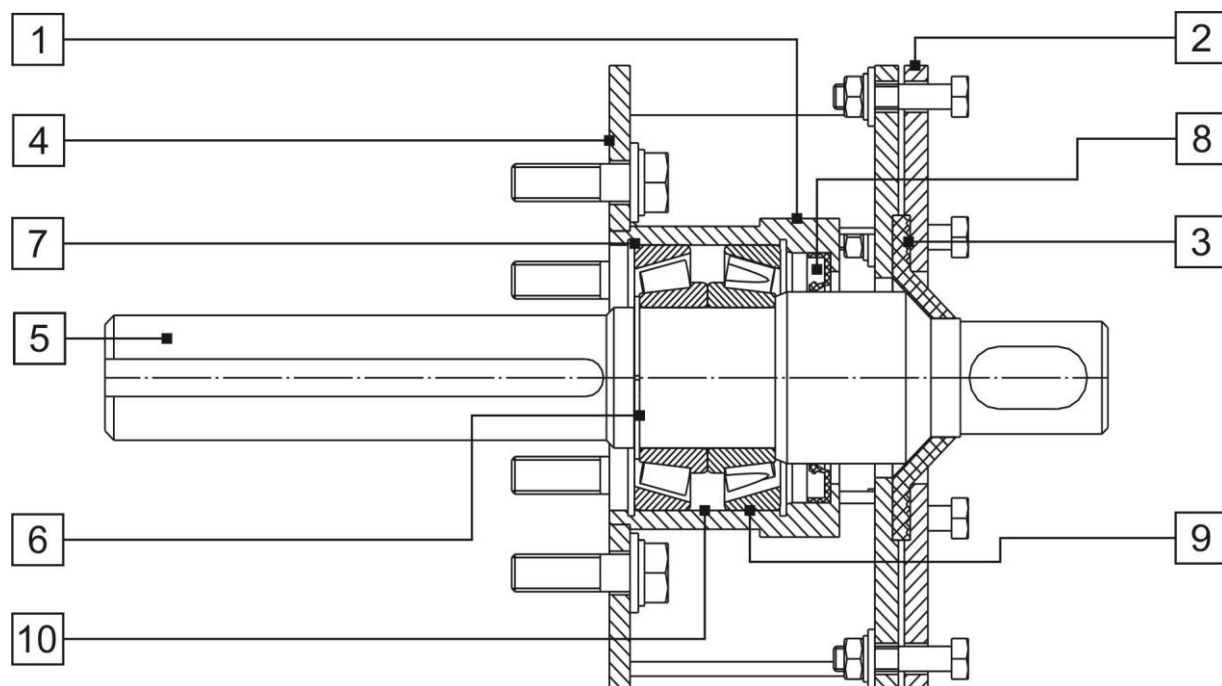

Рис.14
Подшипниковая опора приводная (Рис.14) винтового конвейера-питателя состоит из: корпуса (1), переднего фланца (2), уплотнения ВК-160.02.002 (3), заднего фланца (4), приводного вала (5) с пазом, стопорного кольца наружного 45 ГОСТ 13942 (6), стопорного кольца внутреннего 85 ГОСТ 139432 (7), армированной манжеты 2.2 55 x 80 ГОСТ 8752 (8), подшипников 7509А ГОСТ 27365 (9). Пространство (10) между подшипниками (9) на $\frac{1}{2}$ своего объема заполнено смазкой ЛИТОЛ 24.